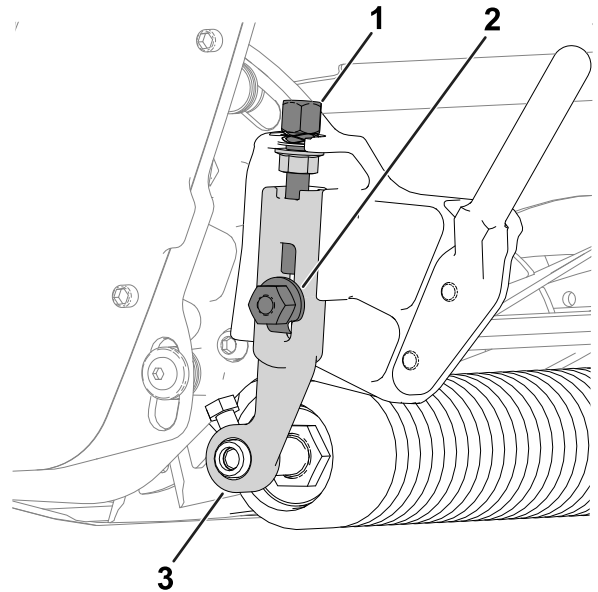

Figura 12
1. Desaperte as porcas de bloqueio que fixam os braços da altura de corte às placas laterais da unidade de corte (Figura 12).